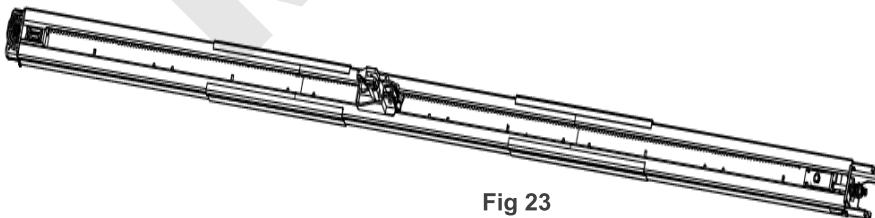

Fig 23
3. Tres guías con dos uniones (Fig.23).